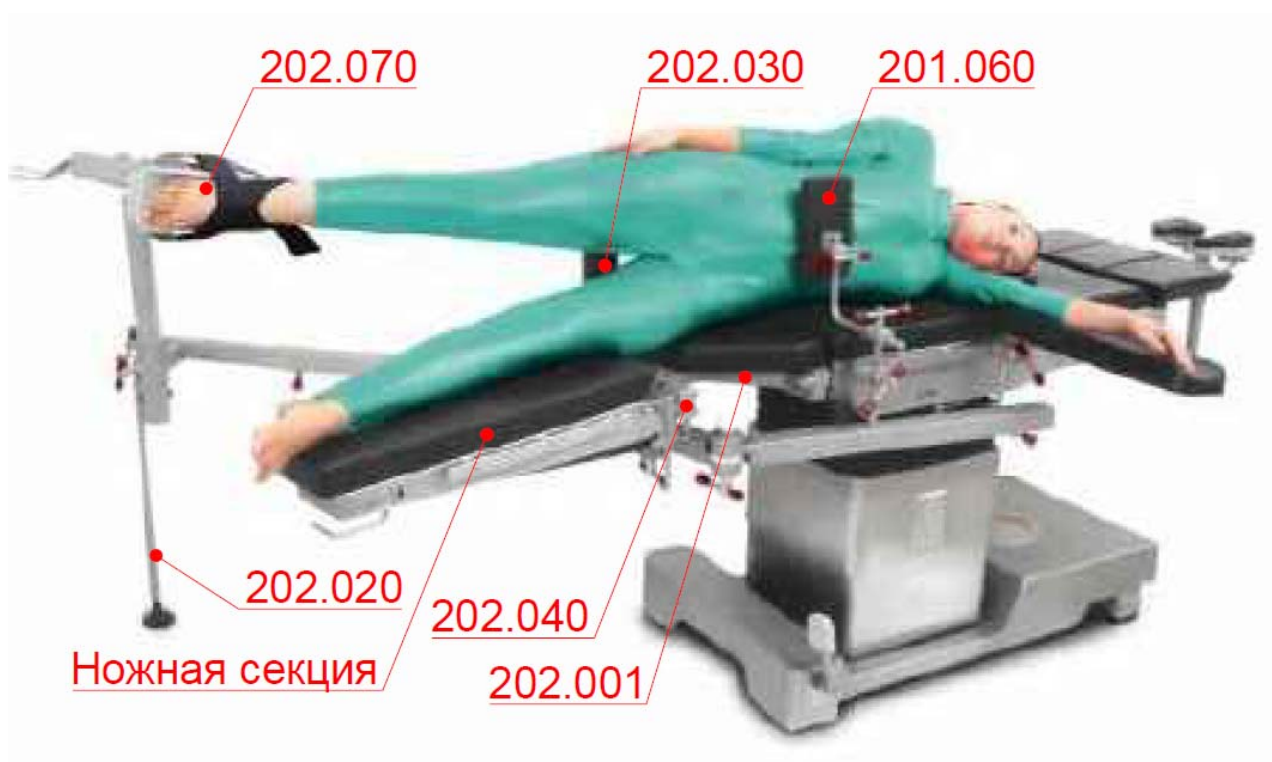

Рисунок 14 – Вариант крепления приспособлений базового комплекта на операционном столе (оперирование бедра при боковом положении пациента)
**9.4 Оперирование бедра при боковом положении пациента с использованием шеста упорного 202.030, бокового упора 201.060 и ножной секции операционного стола (Рисунок 14).**